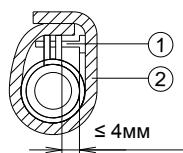

Рис. 4.26
- (1) Соедините дренажную трубу с дренажным патрубком блока, надежно затяните хомуты и изолируйте соединение, исключив возможность протечки и конденсации.
- (2) установите дренажную трубу и изолируйте её необходимости (см. рис. 4.26, 4.27).